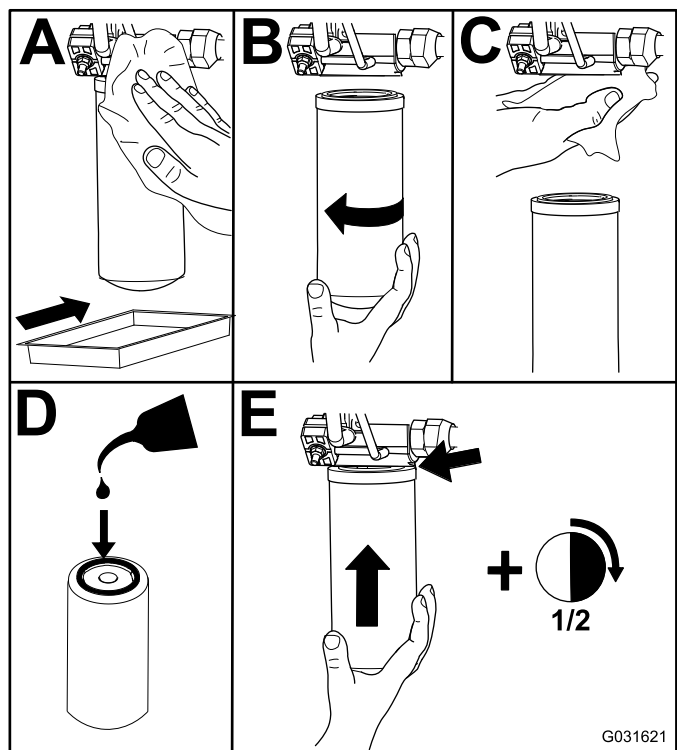

Рисунок 117
2. Замените гидравлический фильтр линии подачи в отделении гидромеханизма подъема, как показано на Рисунок 117.
4. Замените фильтр линии возврата с правой стороны машины (Рисунок 117).